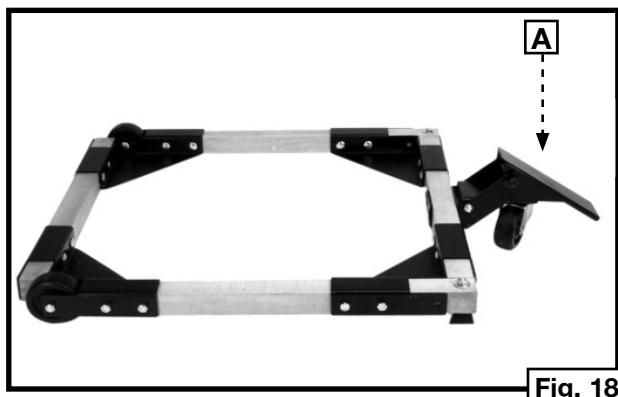

Fig. 18
1. Pour soulever la base mobile, abaisser la pédale (A) jusqu'à ce qu'elle se bloque en position (fig. 18).